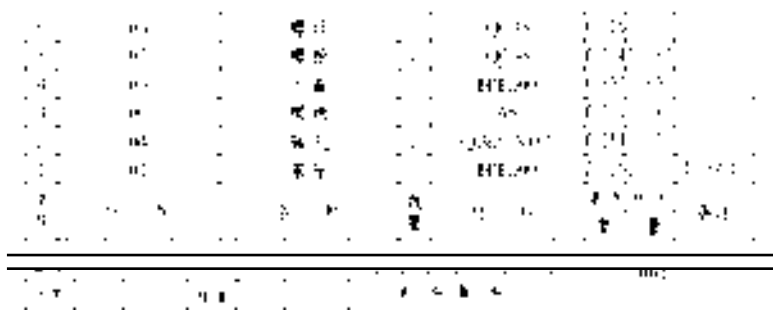

图 8.4.16 质量累加后的材料明细表
Step6. 在 **▼ TBL SUM (表累加)** 菜单中选择 **Done/Return (完成/返回)** 命令，在 **▼ TBL REGIONS (表域)** 菜单中选择 **Update Tables (更新表)** 命令，累加结果如图 8.4.16 所示。